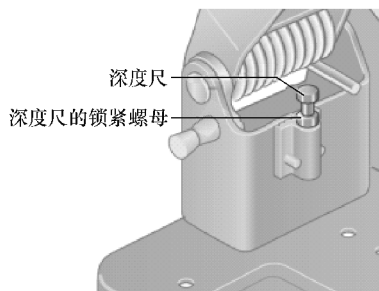

图 6-8 锁紧螺母
4) 调整的主要步骤如下：使用扳手拧松锁紧螺母，再握住把手，把机臂移动到需要的位置上。然后朝着顺时针或逆时针的方向拧转深度尺，直到螺钉头碰触机壳为止。然后慢慢抬高机臂，并且拧紧锁紧螺母即可，如图 6-8 所示。